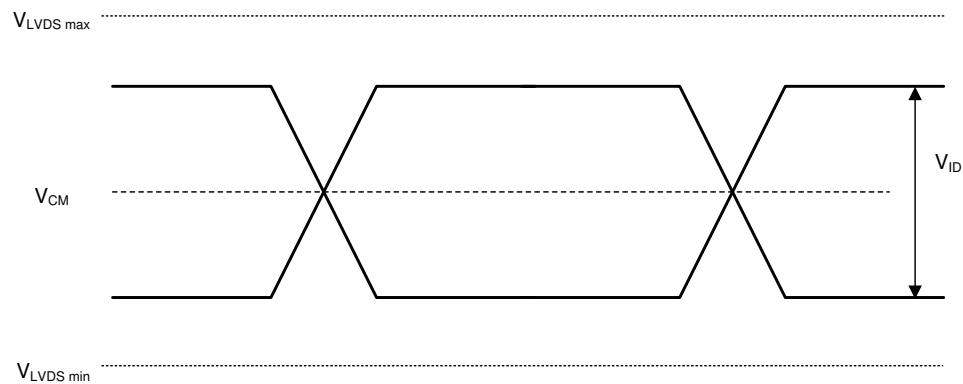

図 5-5. LVDS 波形パラメータ
- (1) すべての電圧は、共通グランド  $V_{SS}$  を基準としています。DMD を正しく動作させるには、 $V_{DD}$ 、 $V_{DDI}$ 、 $V_{CC2}$  の電源がすべて必要です。 $V_{SS}$  も接続する必要があります。
- (2)  $V_{CC2}$  電源過渡電圧は、規定最大電圧内に収まる必要があります。
- (3) 過剰な電流を防止するため、電源電圧のデルタ  $|V_{DDI} - V_{DD}|$  は、指定限界値よりも小さい必要があります。DMD 電源要件を参照してください。
- (4) PWRDNZ 入力ピンは SCP をリセットし、LVDS レシーバを無効にします。PWRDNZ 入力ピンは SCPENZ 入力ピンをオーバーライドし、SCPDO 出力ピンをライステートにします。
- (5) タイミング要件の LVDS クロックのタイミング要件を参照してください。
- (6) LVDS 波形要件については、図 5-5をご覧ください。
- (7) DMD を最大 推奨動作条件の温度および UV 照明に同時に曝露すると、デバイスの寿命が短くなります。